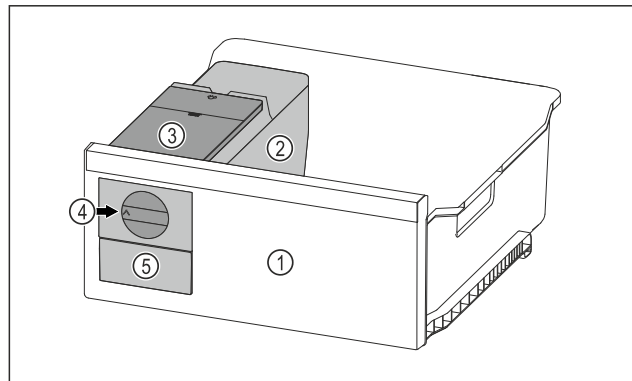

Fig. 70 Ілюстративне зображення
- Поворотну ручку Fig. 70 (4) повернути за годинниковою стрілкою до упору.
- Кубики льоду випадають із ванночки для кубиків льоду у висувний ящик для кубиків льоду Fig. 70 (5).